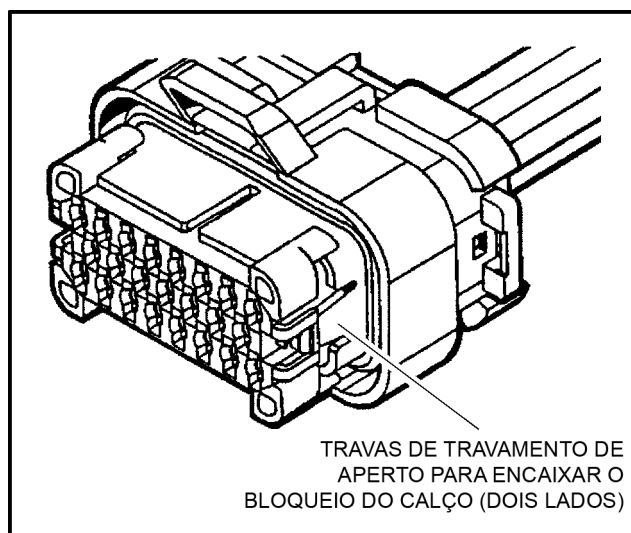

Figura 7-8. Montagem do conector (3 de 4)
3. Depois que todos os contatos necessários foram inseridos, o bloqueio de calço deve ser fechado na sua posição travada. Solte as presilhas de travamento apertando-as para dentro (veja a Figura 7-8. Montagem do conector (3 de 4)).